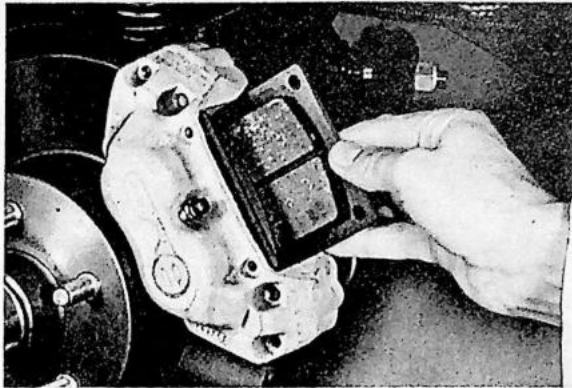

Fig. 5-14. Het verwijderen van de remblokken
plaats. Verwijder de veren en de andere geleidepennen. Trek de remblokken eruit; zie Fig. 5-14.
1. Verwijder de haarspeldvormige borgveren van de geleidepennen. Trek één van de geleidepennen eruit, maar houd intussen de klemveer op zijn plaats. Verwijder de veren en de andere geleidepennen. Trek de remblokken eruit; zie Fig. 5-14.